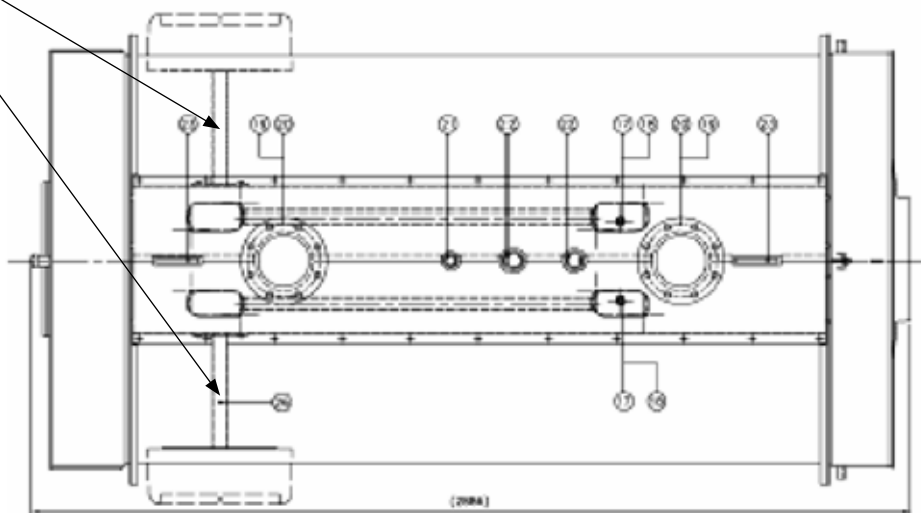

рис. 33
- 4) осуществить электрические подключения пульта управления и закрепить его на корпусе котла используя соответствующие винты (рис. 33 и 34).